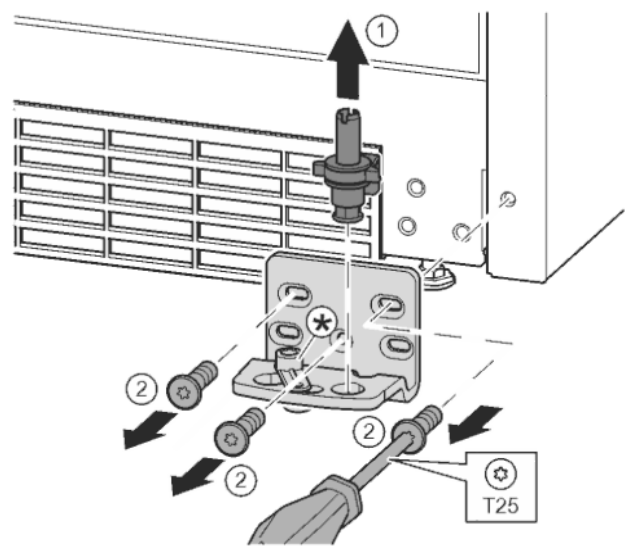

Fig. 10
- ▶ Lagerbolzen komplett nach oben herausziehen. Fig. 10 (1)
- ▶ Schrauben mit Schraubendreher T25 herausdrehen und Lagerbock abnehmen Fig. 10 (2)